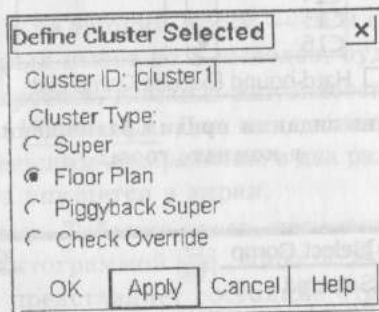

Рис. 1.12. Окно присвоения типа выделенному кластеру
- после  выбрать ЭРЭ C12 и C15 и выполнить команду Define>Cluster>Selected — откроется окно Define>Cluster>Selected (рис. 1.12);